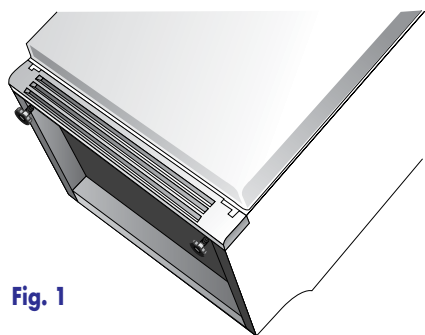

Fig. 1
Убедитесь, что напряжение сети соответствует значению, указанному на табличке с левой стороны снизу внутри холодильника (Рис. 1).
Należy skontrolować czy napięcie urządzenia elektrycznego odpowiada napięciu wskazanym na tabliczce znamionowej znajdującej się na dole w lodówce z lewej strony. (Fig.1)
- 6 Equilibrare l'apparecchio per mezzo dei piedini anteriori regolabili (Fig. 1).
- 6 Balance the appliance using the adjustable front feet (Fig. 1).
- 6 Выставьте прибор по уровню при помощи регулируемых ножек (Рис. 1).
- 6 Wypoziomować urządzenie za pomocą tylnych stopek regulacyjnych (rys.1)
- 6 Вирівняти обладнання за допомогою передніх ніжок, що регулюються (рис. 1).